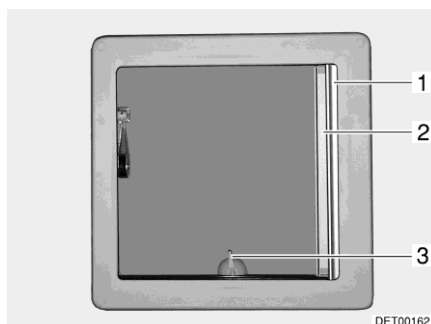
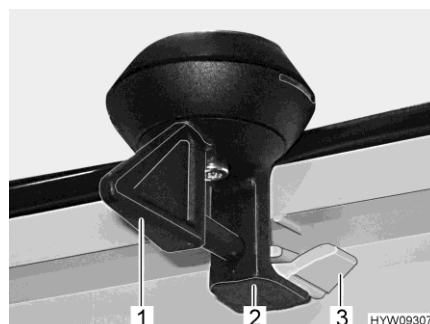

Fig. 44 Claraboya inclinable
Fig. 45 Bloqueo (claraboya inclinable)
- Girar la palanca (Fig. 44,3 ó Fig. 45,1) un cuarto de vuelta.
- Girar la palanca un cuarto de vuelta. El bloqueo (Fig. 45,2) tiene que deslizarse al interior de la pestaña inferior (Fig. 45,3).
- Extraer del estor plegable (Fig. 44,1) y soltarlo en la posición deseada. El estor plegable se queda fijo en esta posición.
- Tirar la mosquitera enrollable (Fig. 44,2) hasta que engatille en el bloqueo del lado contrario.